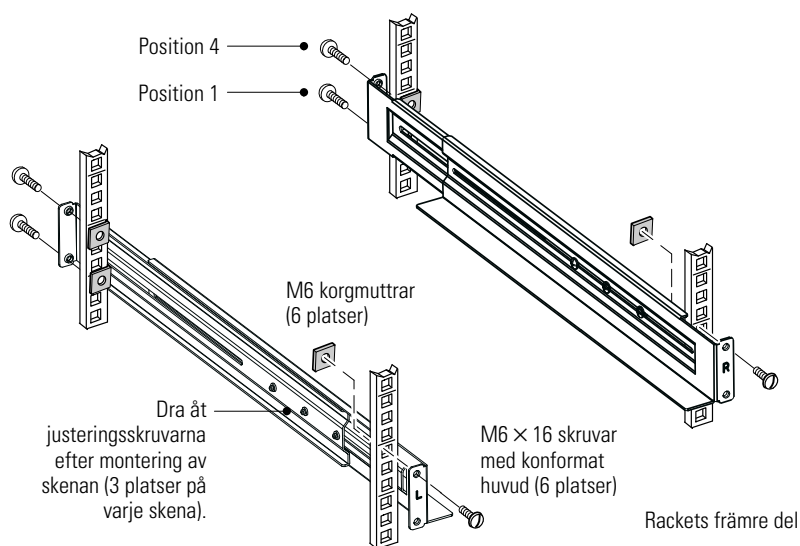

Bild 5. Fäst skenorna
2. Välj rätt hål i racket för att placera UPS-enheten i racket (se Bild 5). Skenorna tar upp fyra positioner fram och back på racket.